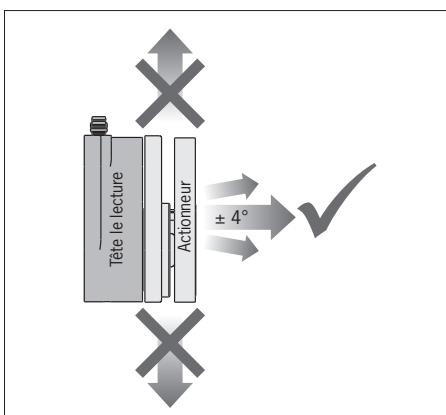

Fig. 1 : Direction d'attaque
▶ L'actionneur doit s'éloigner de manière frontale par rapport à la tête de lecture lors de l'ouverture de la porte de protection (voir Fig. 1).